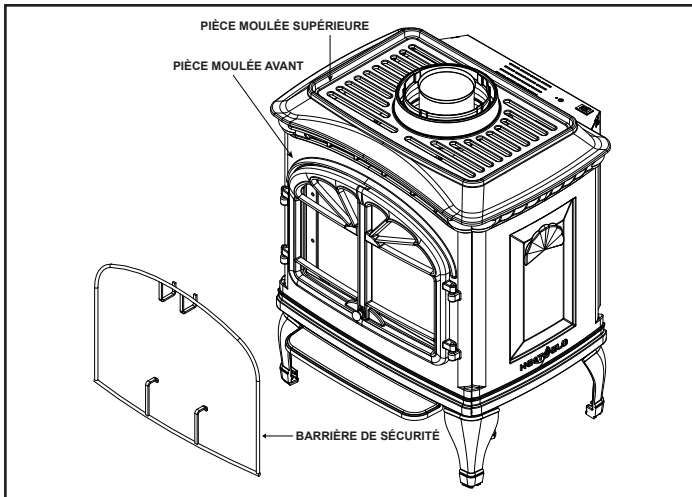

Figure 6.11 Retirer la pièce moulée
10. Retirez la pièce moulée avant. Voir la Figure 6.11.